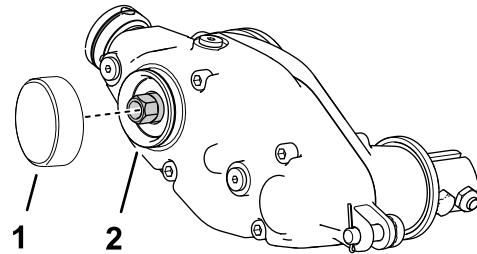

Figura 9
- Aplice retentor para peças cilíndricas de média resistência (por exemplo, Loctite® 609 verde) em redor da ranhura do anel de encaixe e da superfície do diâmetro exterior (Figura 9).
- Instale a tampa como se mostra na Figura 9.